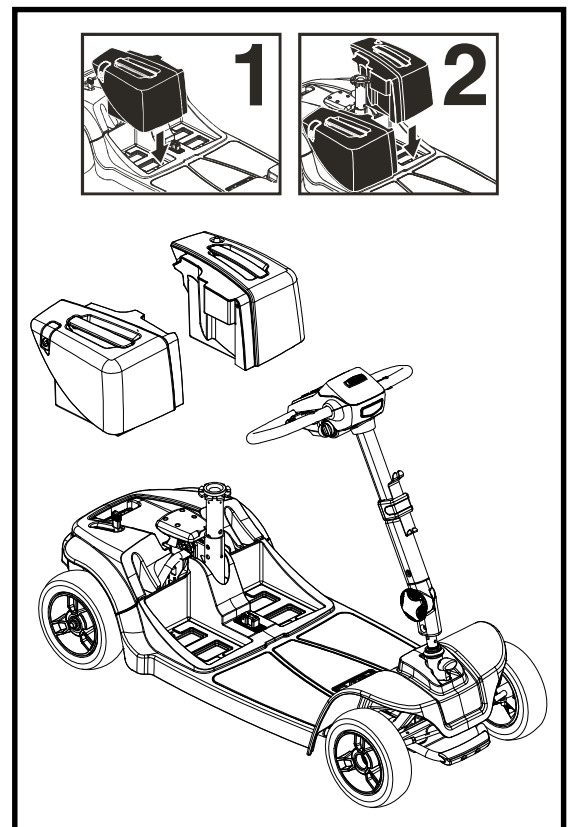

Figure 23. Boîtier à batteries Installation du modules 66 et 67
12. Réinstallez le module dans son puits sur le scooter et refermez le verrou. **Voir la figure 23.**